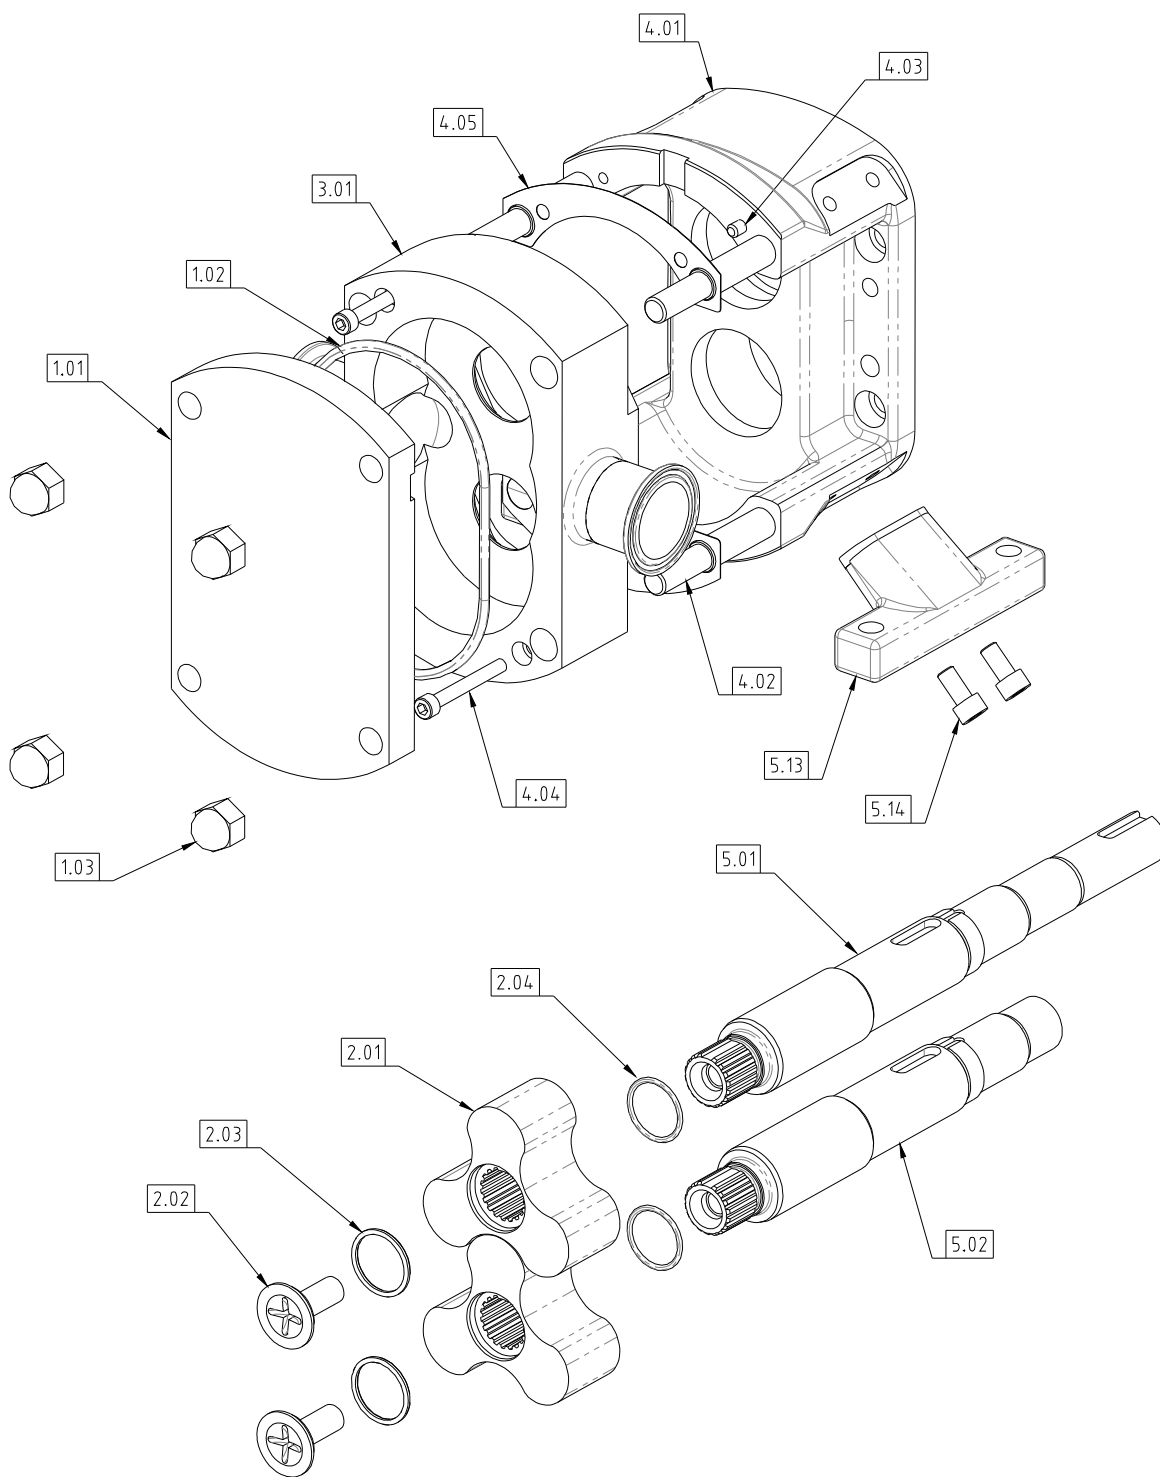

Fig 16 CP20 / CP30 Sprängskiss
- För CP20 Pump – se Fig 16.
(Efter att avsnitt 4.1.1 genomförts) - se Fig 16.